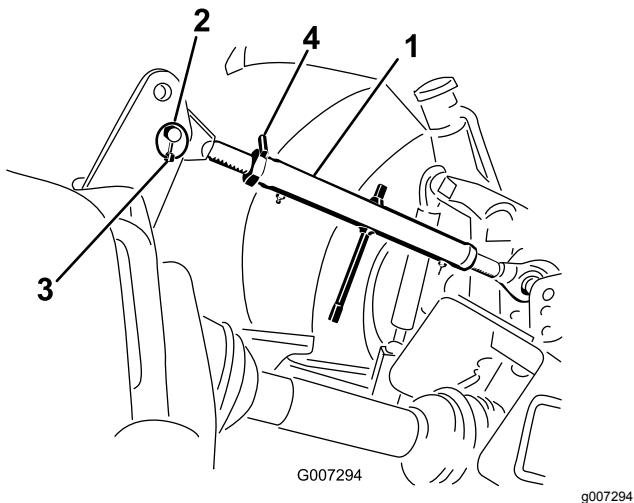

Figura 8
1. Ligue a articulação superior ao orifício inferior no suporte e prenda-a com o pino de articulação e o pino de sujeição (Figura 8).
3. Rode o dispositivo superior para apertar a articulação. Ajuste-o até a parte da frente da estrutura do arejador estar a 90 da horizontal (Figura 8).